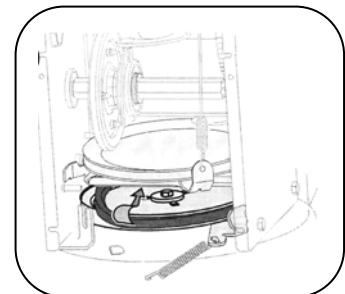

Рис.15
5. Снимите ремень со шкива шнека и наденьте ремень между опорным кронштейном и шкивом шнека. Установите новый ремень шнека, следя инструкциям в обратном порядке. См. рис. 15.